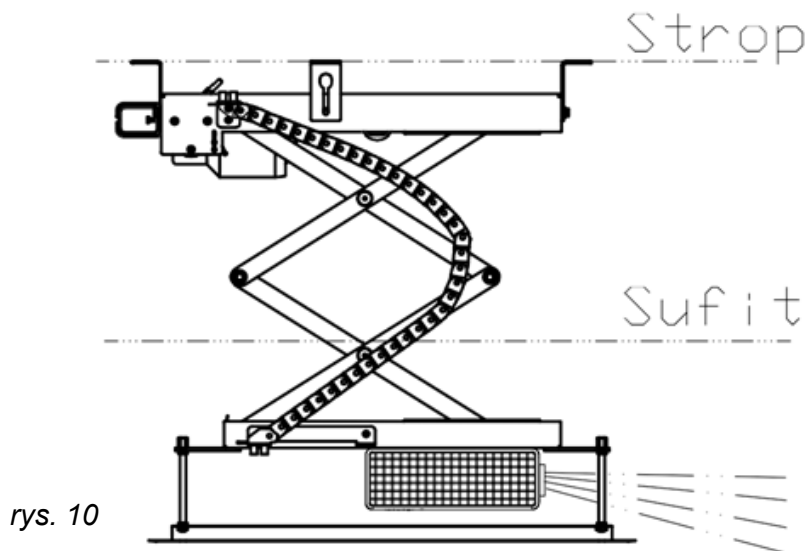

rys. 8b
6. Za pomocą przycisków UP i DOWN dopasuj wysokość dolnej części WINDY PROJEKTORA tak, aby zamontowany projektor był uniesiony o 3 cm. ponad górną krawędź sufitu podwieszanego (rys 8a). Za pomocą śrub dokonaj dokładnej regulacji wysokości maskownicy (rys. 8b). Maskownica powinna delikatnie dotykać sufitu po ustawieniu podnośnika w pozycji górnej.